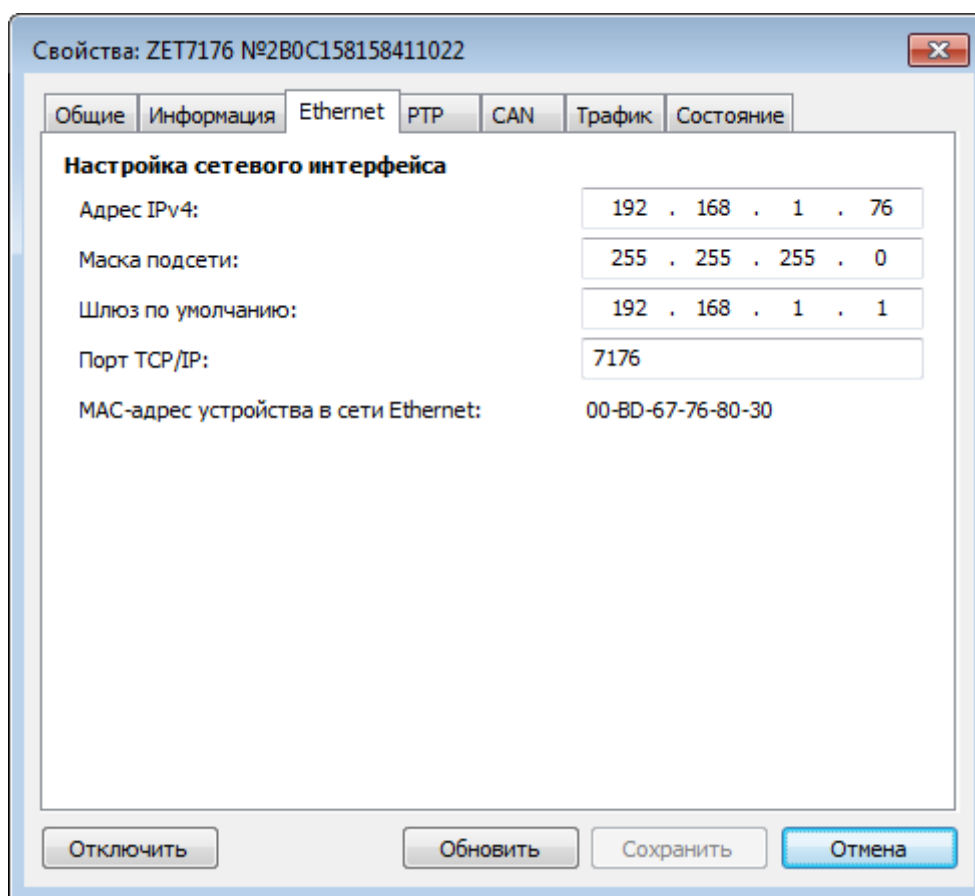

Рис. 2.7 Вкладка «Ethernet»
- во вкладке «Ethernet» в полях «Адрес IPv4», «Маска подсети», «Шлюз по умолчанию» следует задать значения сетевого адреса. Например, для работы в сети класса «С» 192.168.1.0 нужно установить конфигурацию, приведенную на рисунке (Рис. 2.7).